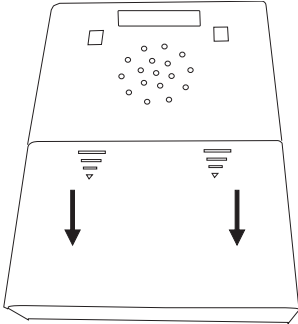

Afbeelding 4: Batterijvak oproepknop
- d) De batterij (knoopcel CR 2032) kan nu in de plastic houder op de printplaat (afb. 4 D) geplaatst worden.
- e) Indien u een batterij wilt verwisselen, dan verwijdt u de oude met een kleine vlakke schroevendraaier uit zijn plastic houder door voorzichtig de hoek op te lichten (afb. 4 E). Vervolgens kunt u een nieuwe batterij plaatsen. Let op de juiste polariteit van de batterij.